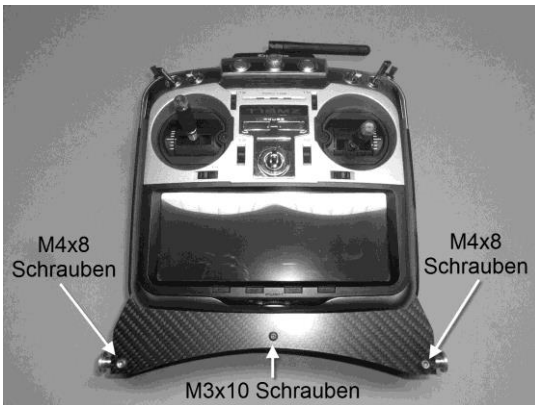

Bild 3.
3. Der CFK Abstandhalter wird mit der M3x8 Schraube von oben mit dem runden Steher verschraubt. Ziehen Sie den Schrauben so an, dass die Zwischenplatte fest am Steher aufliegt. Der Sender sollte jetzt fest sitzen und nicht beweglich sein. Vor dem Festziehen unbedingt darauf achten, dass die Grundplatte mittig am Sender ausgerichtet ist. (links und rechts der gleich Abstand) Bild 3.
4. Jetzt können Sie den Abstandhalter mit den M4x8 Schrauben mit den Stehern verschrauben. Bild 3.